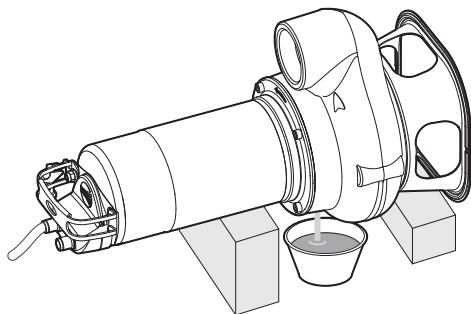

Fig. 9.2
- gire la bomba 180° para vaciar el aceite en el recipiente de recogida (Fig. 9.2);